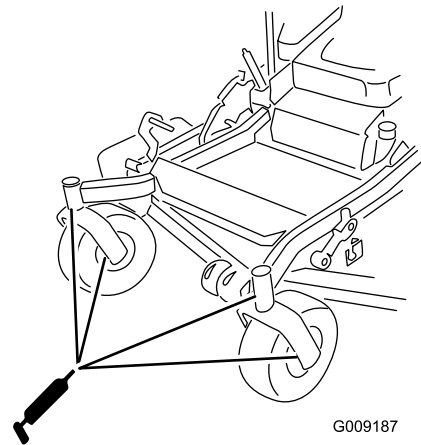

Bild 43
13. Ziehen Sie den Schmiernippel aus der Öffnung. Drehen Sie die Sechskantschraube und Staubkappe wieder ein (Bild 43).